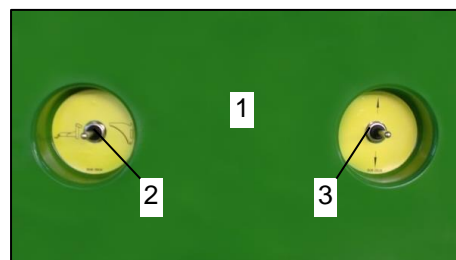

Bild 14: Maschinenseitige Steuerung
Zur einfachen Handhabung ist seitlich am Maschinenrahmen eine Steuerung zur Betätigung der Deichsel (Bild 14) und des Schneidwerks (hierzu siehe Abschnitt „Schneidwerk“) angebracht. Hiermit kann komfortabel die Deichsel angehoben und abgesenkt werden.
- Um den Freiraum unter der Maschine zu vergrößern / die Zugeinrichtung anzuheben, muss wie folgt vorgegangen werden: Den linken Schalter (Bild 14 / Pos. 2) nach links halten (Deichsel) und den rechten Schalter (Pos. 3) solange nach oben ziehen (Pfeil nach oben) bis die Maschine die gewünschte Höhe hat.